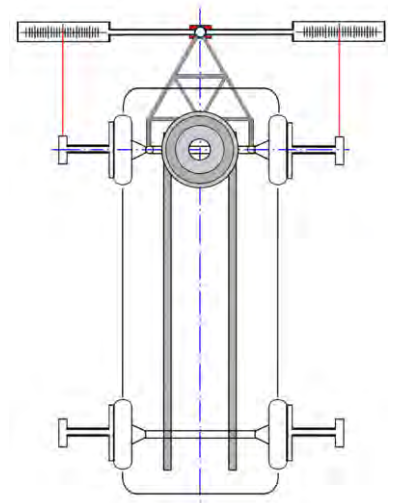

Abb. 25
- Richten Sie jeweils die Lasermessköpfe links und rechts auf die Spurskalen an der Deichsel. (Abb. 25)